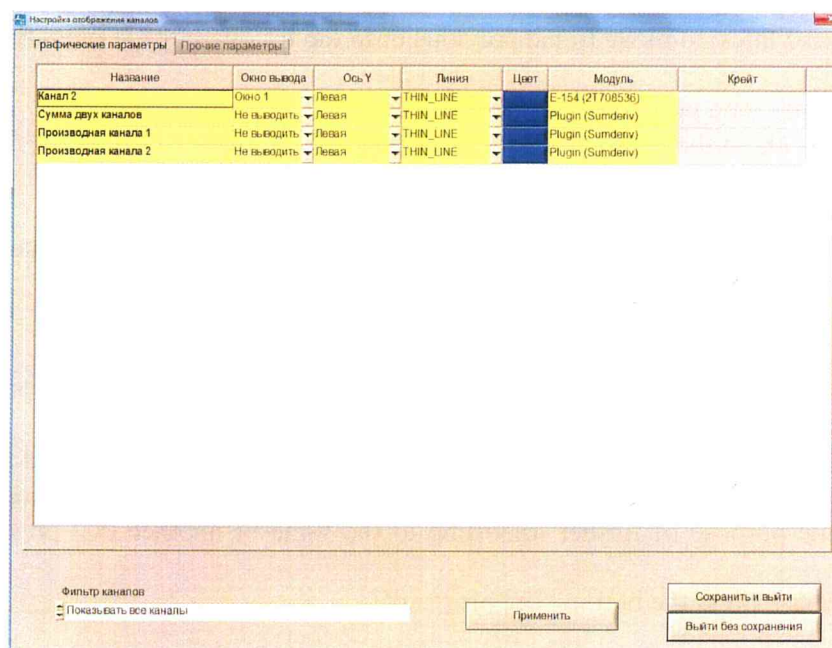

Рисунок 27. Назначение каналов
4) В высветившемся окне в параметре «Окно вывода» назначьте на необходимый канал соответствующее окно вывода (рисунок 27), после чего нажмите кнопку «Сохранить и выйти»;